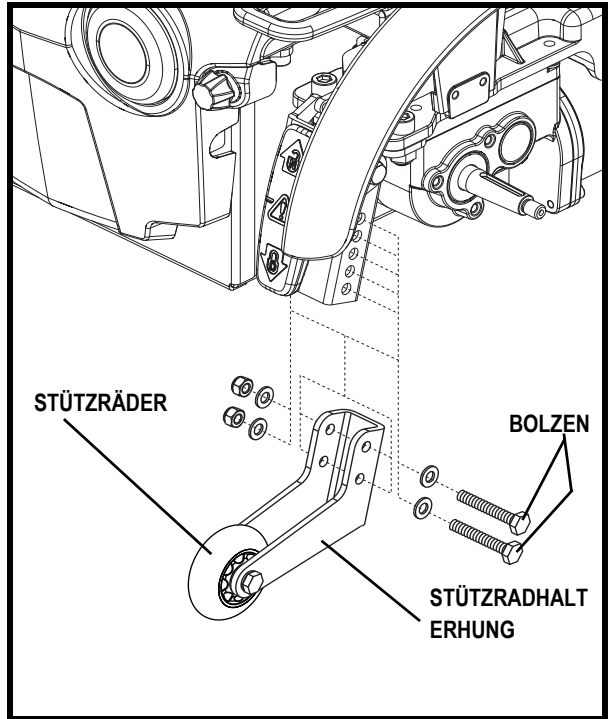

Abb. 20. Stützräder
1. Entfernen Sie die beiden Schrauben aus den Stützradhalterungen. **Siehe Abb. 20.**
2. Heben oder Senken Sie das Stützrad in 1,25 cm (0,5 in.) Schritten durch die Übereinstimmung der geeigneten Einstellbohrungen. **Siehe Abb. 20.**